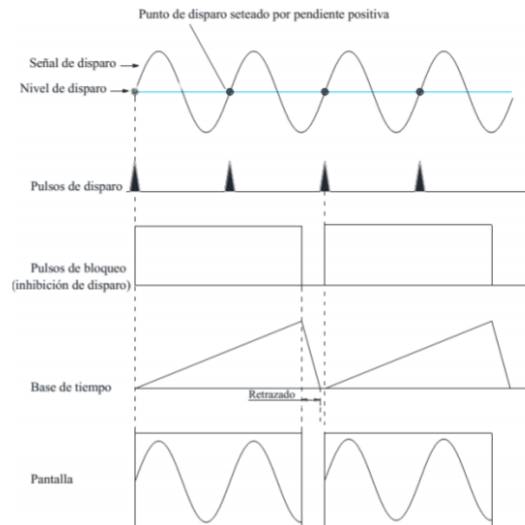

Figura 28: Diagrama de tiempos
c) En la figura 28 se muestra un ejemplo de diagramas de tiempos de un osciloscopio con un circuito de disparo configurado en pendiente positiva (flanco ascendente) y nivel de disparo coincidente con la componente DC de la señal de disparo. Notar que el período de la señal es durante la pendiente positiva del diente (ver el gráfico de base de tiempo en la misma figura). La pendiente negativa corresponde al tiempo de retroceso del haz de luz.